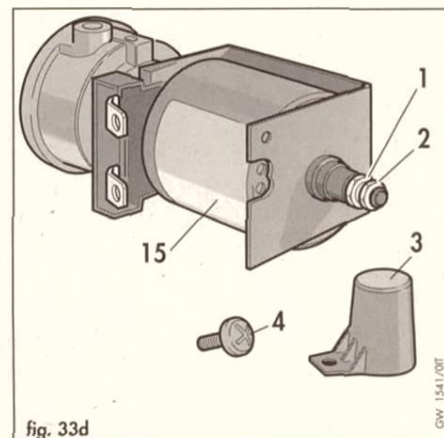

fig. 33d
- Togliere la vite (4, fig. 33d) e levare il coperchio in plastica (3, fig. 33d).
- Agire sul dado di regolazione (1, fig. 33d) con una chiave fissa da 9 mm.
- Agire sul dodo di regolazione (1, fig. 33d) con una chiave fissa da 9 mm.
- b) Togliere la vite (4, fig. 33d) e rimuovere la copertura in plastica (3, fig. 33d).
- c) Staccare i cavetti dell'alimentazione elettrica dal magnete di modulazione (15, fig. 33d).
- e) Agire sul dado di regolazione (2, fig. 33d) con una chiave fissa da 7 mm.